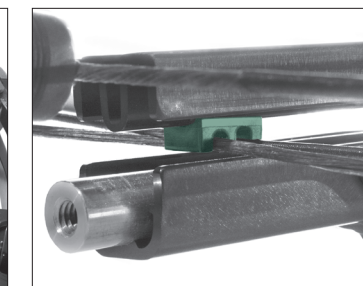

FIGURE 2
- Orientez ensuite l'ensemble de branches et de poignée (partie B) de façon que la corde d'arc (partie 16) soit appuyée sur le dessus du rail de lancement (partie 4) et que la glissière des câbles s'insère dans l'ouverture à l'extrémité du rail. Le côté de la glissière des câbles où se trouve la rainure doit être orienté vers le haut, l'ouverture la plus large étant orientée vers l'arrière de l'arbalète afin qu'il s'emboîte sans accro dans l'ouverture du rail. Voir la figure 2.